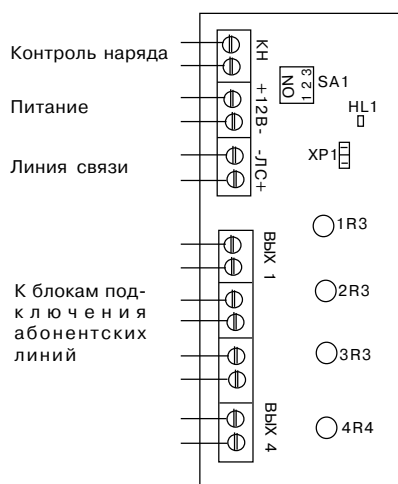

Рис. 24.
1.3.9.1. Схема внешних подключений БВУ приведена на рис. 24.
5. Установите требуемый режим работы БВУ: установите переключатели 1-3 SA1 в соответствии с типом протокола и режимом, при наличии блока «Ладога БВД» или «Ладога БВИ» снимите перемычку ХР1 (рис.24).